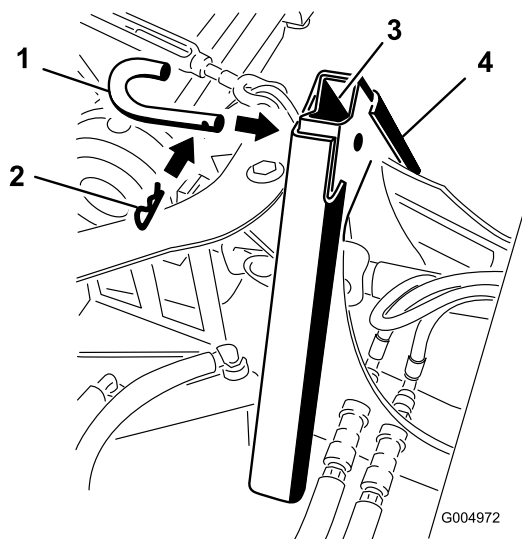

図 14
- アダプタ同士が相互に連結したら、アタッチメントピンとヘアピンコッターで固定する **図 14**。手荒な使い方が予想される場合には、ピンの代わりにボルトとナットを使用する。